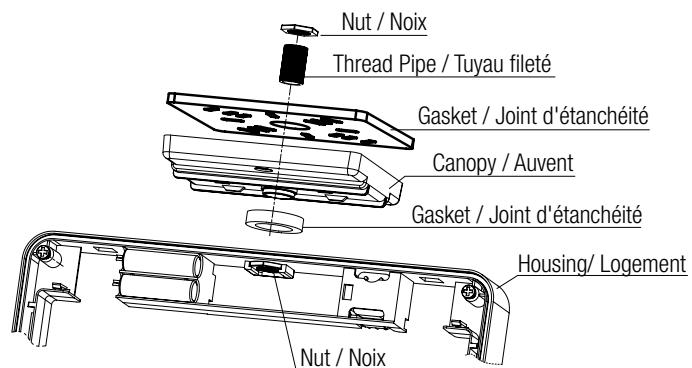

Figure 5
- Knock out the mounting hole on the top or side of the unit, assemble the canopy on the unit (see Fig 5).
- Percez le trou de montage sur le dessus ou le côté de l'appareil, assemblez le capot sur l'appareil (voir Fig. 5).